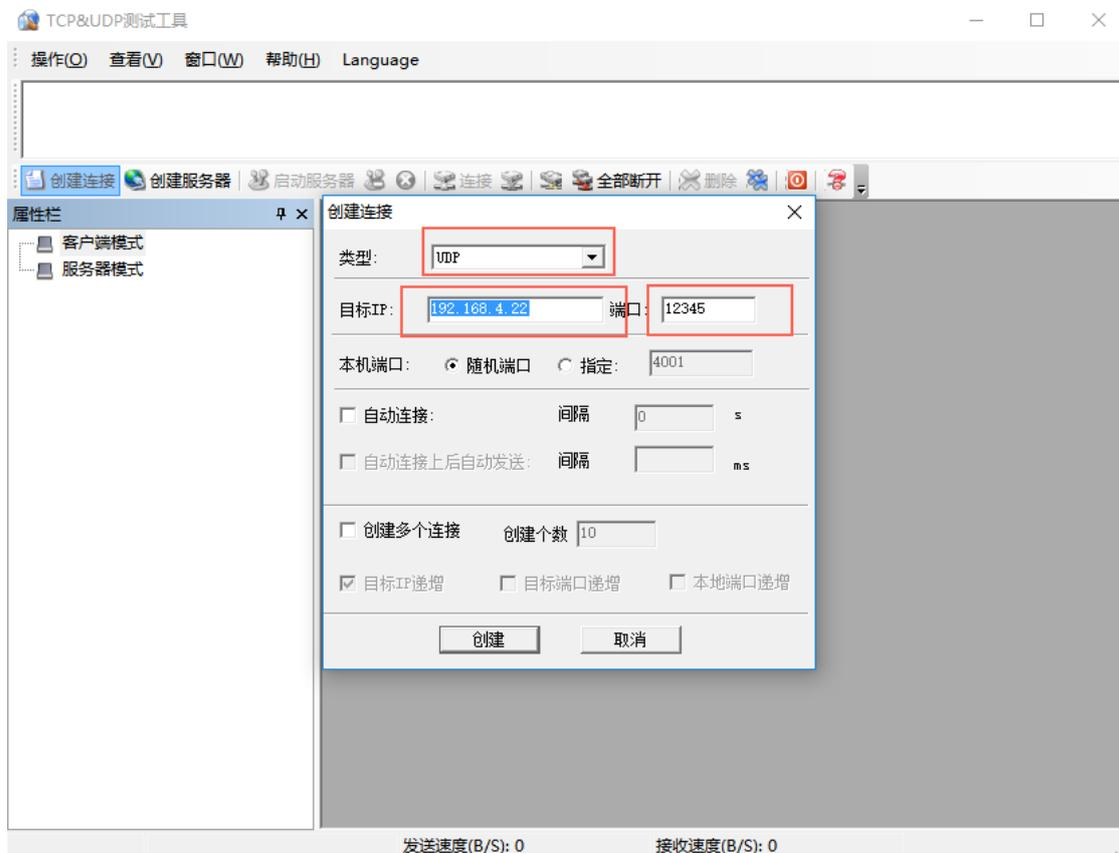

图 6-12 连接配置
(2) 如图 6-12 打开网络测试工具，创建连接—>选择类型 UDP，填写目标 IP(UDP Server 设备的静态 IP)，填写端口(UDP Server 设备的本地端口)—>连接，使用“亿佰特网络配置工具”来监测传输的数据。